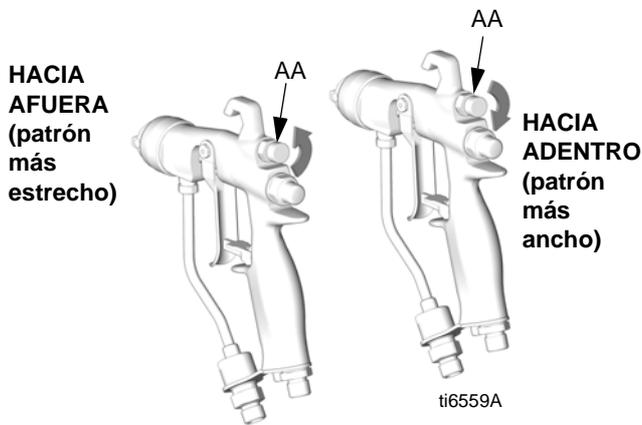

Fig. 4. Perilla de aire de chorro
1. Consulte la FIG. 4. Cierre el aire de ajuste del patrón girando la perilla (AA) en sentido horario (hacia adentro) a fondo. Esto configura la pistola para el patrón más ancho.
3. Consulte la FIG. 4. Para un patrón más estrecho, gire la perilla de la válvula de ajuste del patrón (AA) en sentido contrahorario (hacia afuera). Si el patrón aún no es suficientemente estrecho, aumente levemente la presión de aire a la pistola o utilice una boquilla de tamaño diferente.